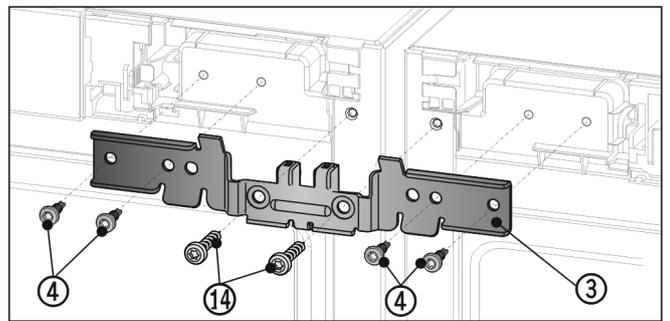

Fig. 13
- ▶ 使用间隔垫片将角 Fig. 13 (3) 推入设备和销钉上。使用四颗螺栓 Fig. 13 (4) 连同先前旋出的地脚螺栓 Fig. 13 (14) 左右交替旋松角。